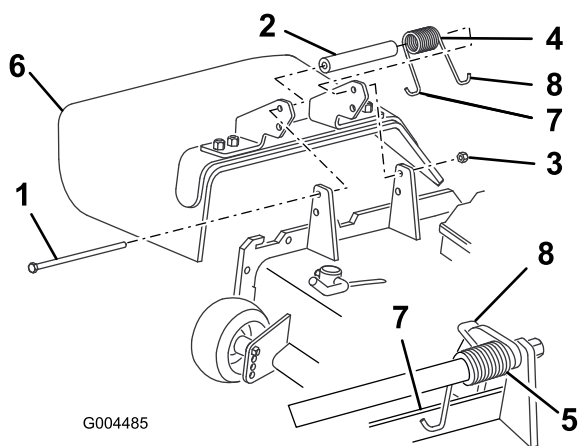

Bild 76
2. Entfernen Sie die Sicherungsmutter, Schraube, Feder und das Distanzstück, mit denen das Ablenkblech an den Drehhalterungen befestigt ist (Bild 76).
- Legen Sie das Distanzstück und die Feder zwischen die Halterungen des Ersatzablenkbleches (Bild 76).
Hinweis: Stellen Sie sicher, dass sich das linke J-Hakenende der Feder hinter der Mähwerkkante befindet, bevor Sie die Schraube einsetzen, wie in Bild 76 abgebildet.
Hinweis: Führen Sie das J-förmige Hakenende der Feder um das Ablenkblech (Bild 76).